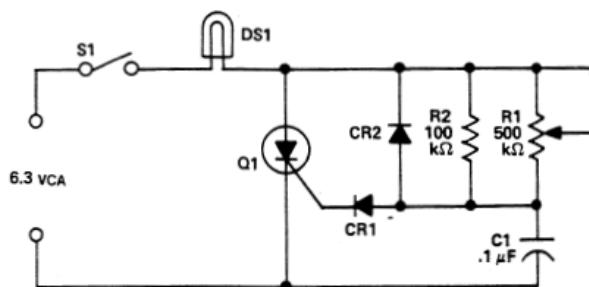

Fig. 4-3
2. a) Cambie su circuito como se muestra en la Fig. 4-3. El punto de disparo se controla mediante la constante de tiempo RC de  $R1$  y  $C1$  en este circuito.  $C1$  se carga durante el medio ciclo positivo para disparar el RCS. Se descarga a través de  $CR2$  en el medio ciclo negativo, restaurándolo para el siguiente ciclo de carga. Con este circuito se puede variar el retraso de fase en mayor ángulo.